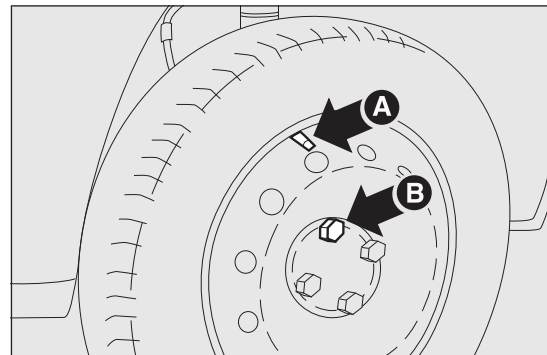

fig. 141
- per i veicoli con cerchi in acciaio, montare la ruota di uso normale avvitando la prima colonnetta B fig. 141 per 2 filetti nel foro più vicino alla valvola di gonfiaggio A;